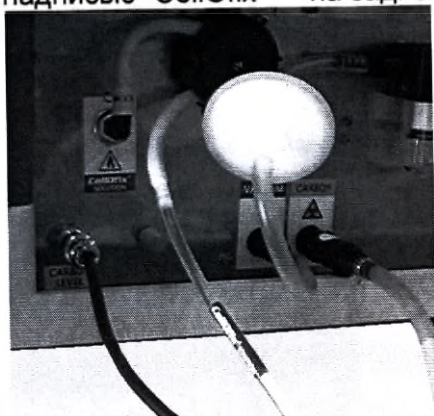

Рис.2-16
10. Подсоедините трубку подачи фиксирующей жидкости (цветовой код: красный) к коннектору с надписью "CellOfix™" на задней панели прибора (рис. 2-16).